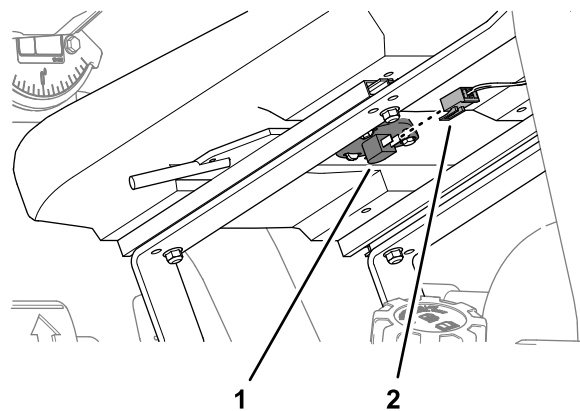

Рисунок 4
4. Отсоедините 2-гнездовой разъем от клемм переключателя сиденья (**Рисунок 4**).